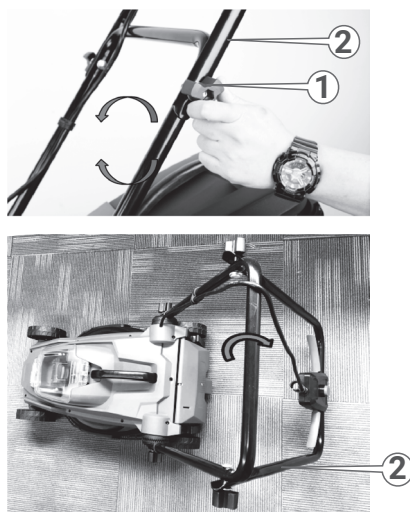

Рисунок 15. Схема складання руків'я.
3. Скласти руків'я, для чого ослабити фіксатор руків'я (1, рис. 15) з обох боків виробу, повернувши його проти руху годинникової стрілки, після чого міцно взяти за верхнє руків'я (2, рис. 15) і повільно опустити його вниз. Після того як верхнє руків'я опущене — затягнути фіксатори.